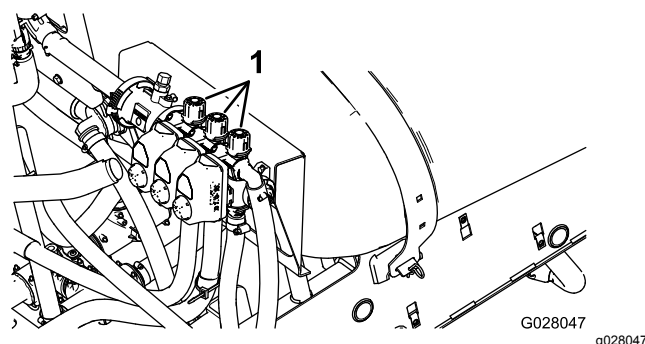

Bild 84
10. Stellen Sie den linken Ausleger ab und stellen das Auslegersicherheitsventil (**Bild 84**) ein, bis der Druck am vorher angepassten Niveau (normalerweise 2,75 bar) liegt.
12. Stellen Sie das rechte Auslegersicherheitsventil (**Bild 84**) ein, bis der Druck am vorher angepassten Niveau (normalerweise 2,75 bar) liegt.
14. Stellen Sie das mittlere Auslegersicherheitsventil (**Bild 84**) ein, bis der Druck am vorher angepassten Niveau (normalerweise 2,75 bar) liegt.